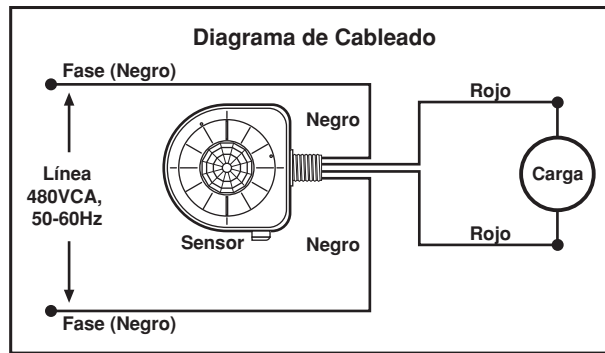
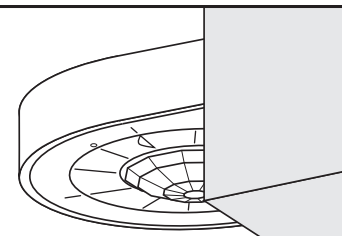

Figura 1A
Figura 1B
NOTA: El sensor se suministra con dos anillos ajustadores de lentes. Los lentes de 360 grados de montaje alto (anillos ajustadores de color blanco) vienen instalados de fábrica con los lentes bajos (anillos ajustadores de color azul) en la caja de cartón. Elija los lentes correctos para la altura del accesorio y añada el obturador negro de pasillo si desea bloquear detección fuera del pasillo. Para cambiar los anillos de los lentes vea abajo. El sensor se monta en un orificio ciego de 1.25 cm. al final de una luminaria o en una caja eléctrica. El campo de visión del sensor puede ser obstruido parcialmente con la caja de la luminaria (**vea Figura 1A**). En montajes altos no es necesario usar las vigas externas. Si la base del sensor se monta a 2.54 cm. de la base de la luminaria no afectará el campo de visión (**vea Figura 1B**).
- Empuje el orificio marcado en la mitad del cuerpo del Adaptador para montarlo en la luminaria o caja eléctrica (**vea Figura 1B**).